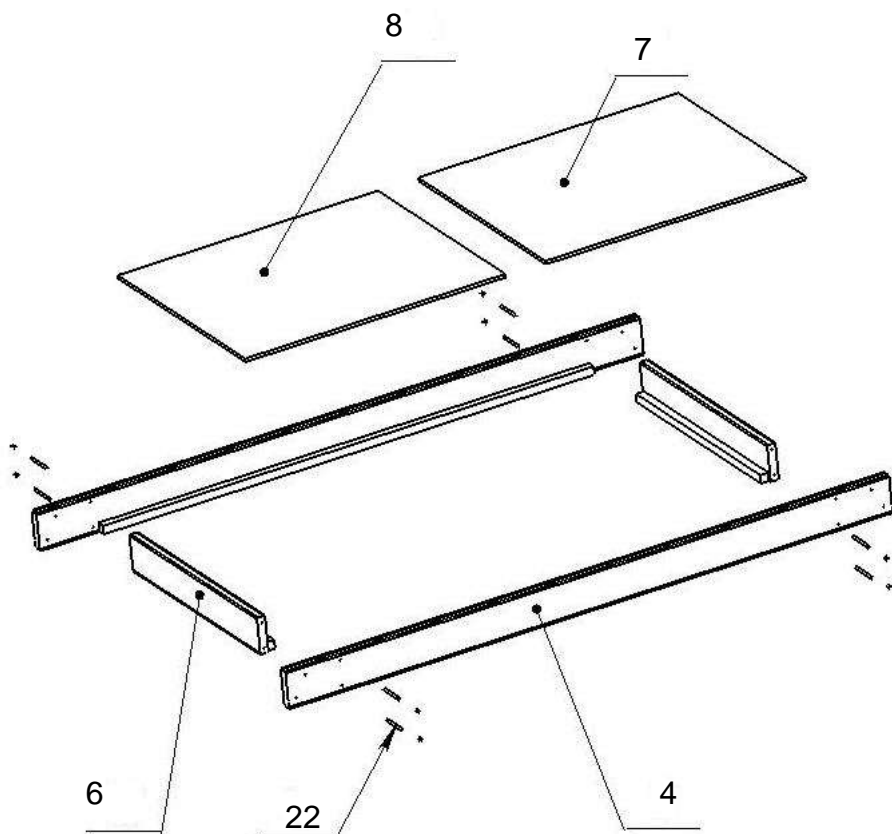

рисунок 3 (сборка кровати)
- 4.2.5.5 На внутренние выступы царг продольных 1 (№4) уложить основания (№№7,8) (рисунок 3).